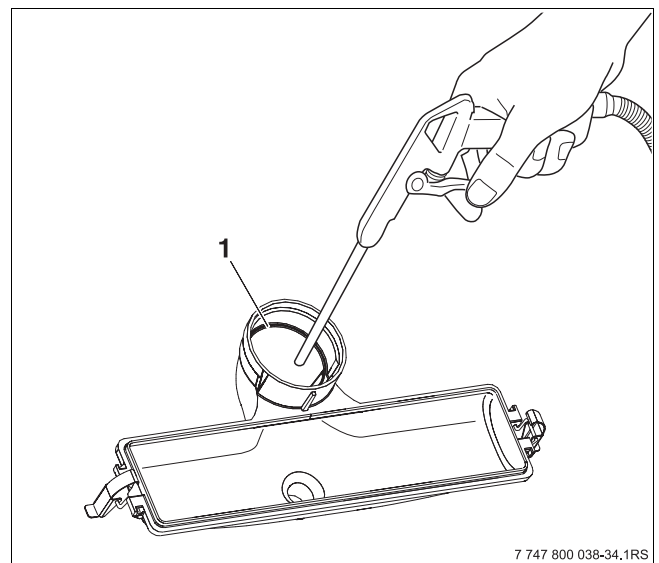

Fig. 76 Condensbak reinigen
- Controleer de afdichting (fig. 76, **pos. 1**) op beschadiging en vervang deze indien noodzakelijk.